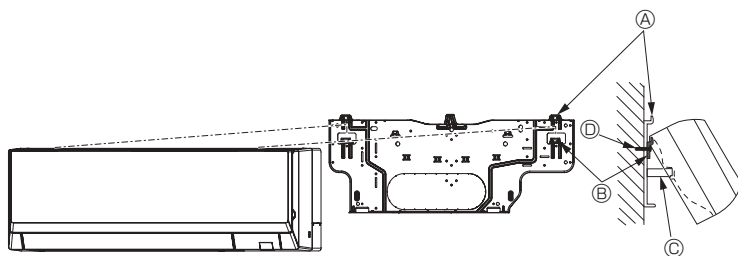

Fig. 3-12
- Når innendørsenheten ikke kan henges eller løftes opp med den vanlige kroken (dimensjonen for 2.1. ⓐ (avstanden mellom taket og enheten) er 75 mm eller mindre), skal enheten henges på den nederste kroken for venstre rør. (Fig. 3-12)
(Fig. 3-12)